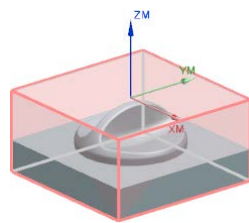

图 3.5 毛坯几何体
Step3. 单击“毛坯几何体”对话框中的  确定 按钮，系统返回到“工件”对话框，完成图 3.5 所示毛坯几何体的创建。